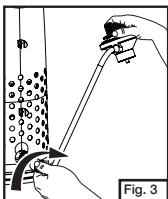

Fig. 3
- Vissez à la main le régulateur dans le raccord situé sur le côté arrière de la cafetière. (Fig. 3)